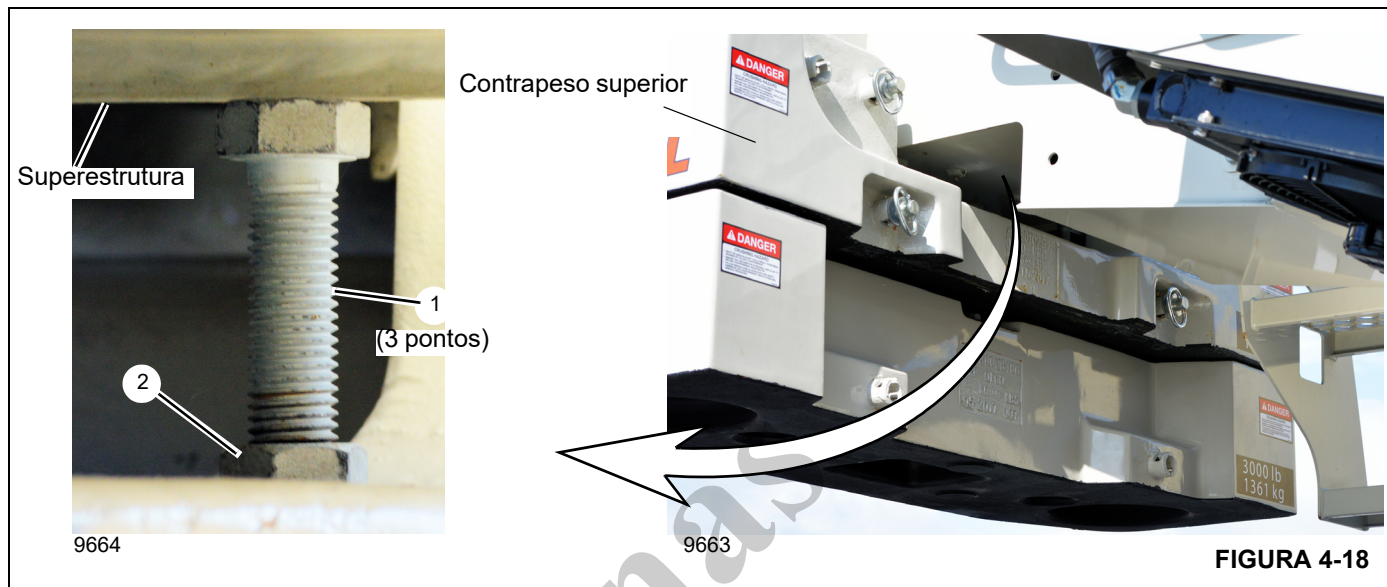

FIGURA 4-18
12. Ajuste três parafusos (1, Figura 4-18) para nivelar o contrapeso e eliminar qualquer movimento relativo entre o contrapeso e a superestrutura. Utilize as contraporcas (2, Figura 4-18) para travar os parafusos na posição.